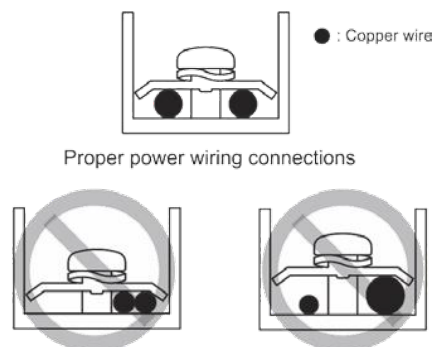

Figure 6.2
- Nie należy podłączać dwóch przewodów zasilających o różnych średnicach do tego samego zacisku zasilania (może to spowodować przegrzanie przewodów z powodu luźnego połączenia) (patrz Rysunek 6.2).